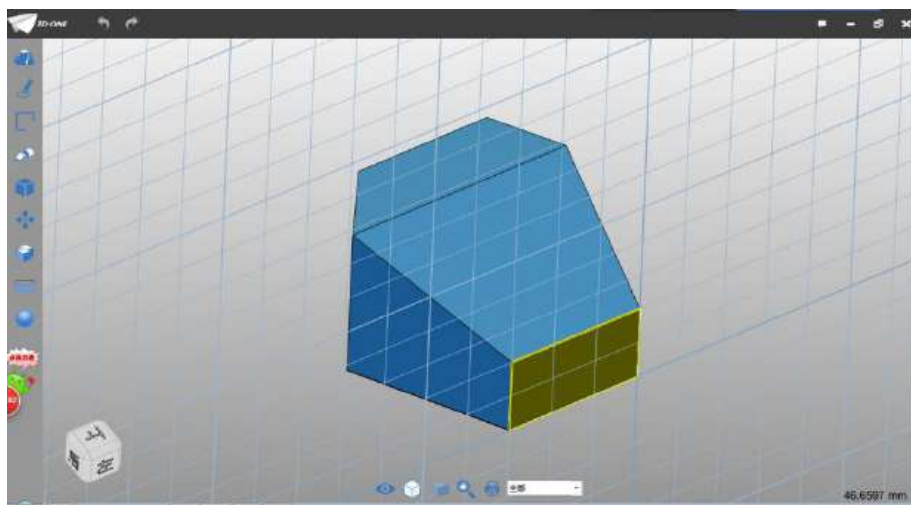

图 1-6
Step 6 点击确定，完成拉伸。点击草图矩形命令 ，绘制平面如下图 1-6 所示：